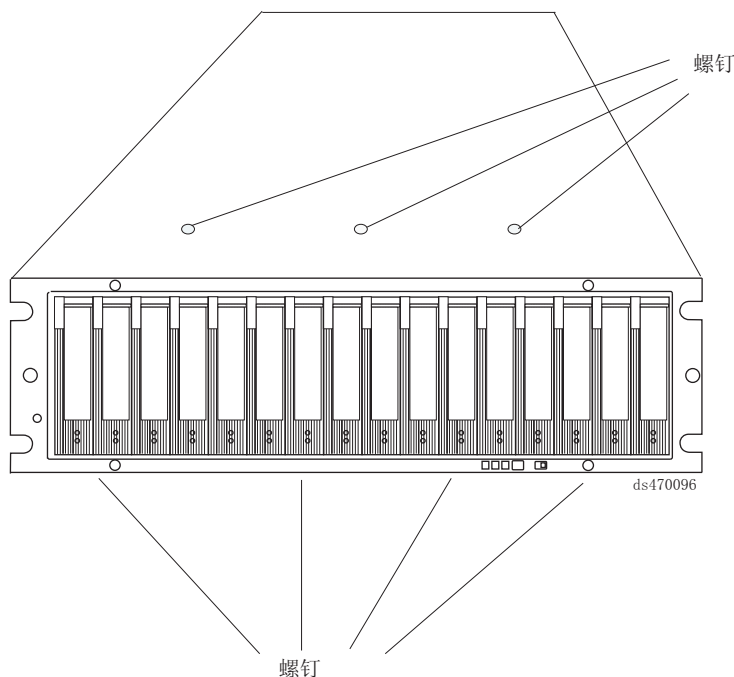

图 87. 将机箱顶部和底部边缘固定到机架的螺钉
将机箱从机架前端拉出并从机架卸下。将它放在水平表面上。寻找机箱顶部在一排上的三个十字螺钉和机箱底部在一排上的四个十字螺钉，如图 87 中所示。使用 #1 十字螺丝刀卸下这七个十字螺钉。保存好这些螺钉。
17. 安装七个将前机架固定到 EXP810 机箱的十字螺钉（三个在顶部，四个在底部），该机箱是您在第 142 页的 12 这一步中卸下的，如图 87 中所示。